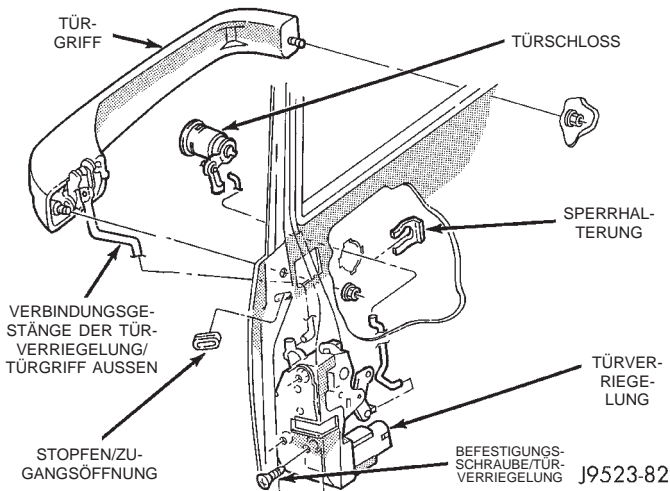

Abb. 17 Türaußengriff/Vordertür
- (1) Türverkleidung abbauen und Wasserschutzfolie abziehen.
- (2) Abdeckung der Zugangsöffnung abbauen und Haltemuttern des Türgriffs lösen.
- (3) Verbindungsgestänge der Türverriegelung aus der Türverriegelung aushängen (Abb. 17).
- (1) Türverkleidung abbauen und Wasserschutzfolie abziehen. Nach Bedarf näheres hierzu siehe "Ausbau".
- (2) Verbindungsarm des Schließzylinders aus der Türverriegelung aushängen (Abb. 17).